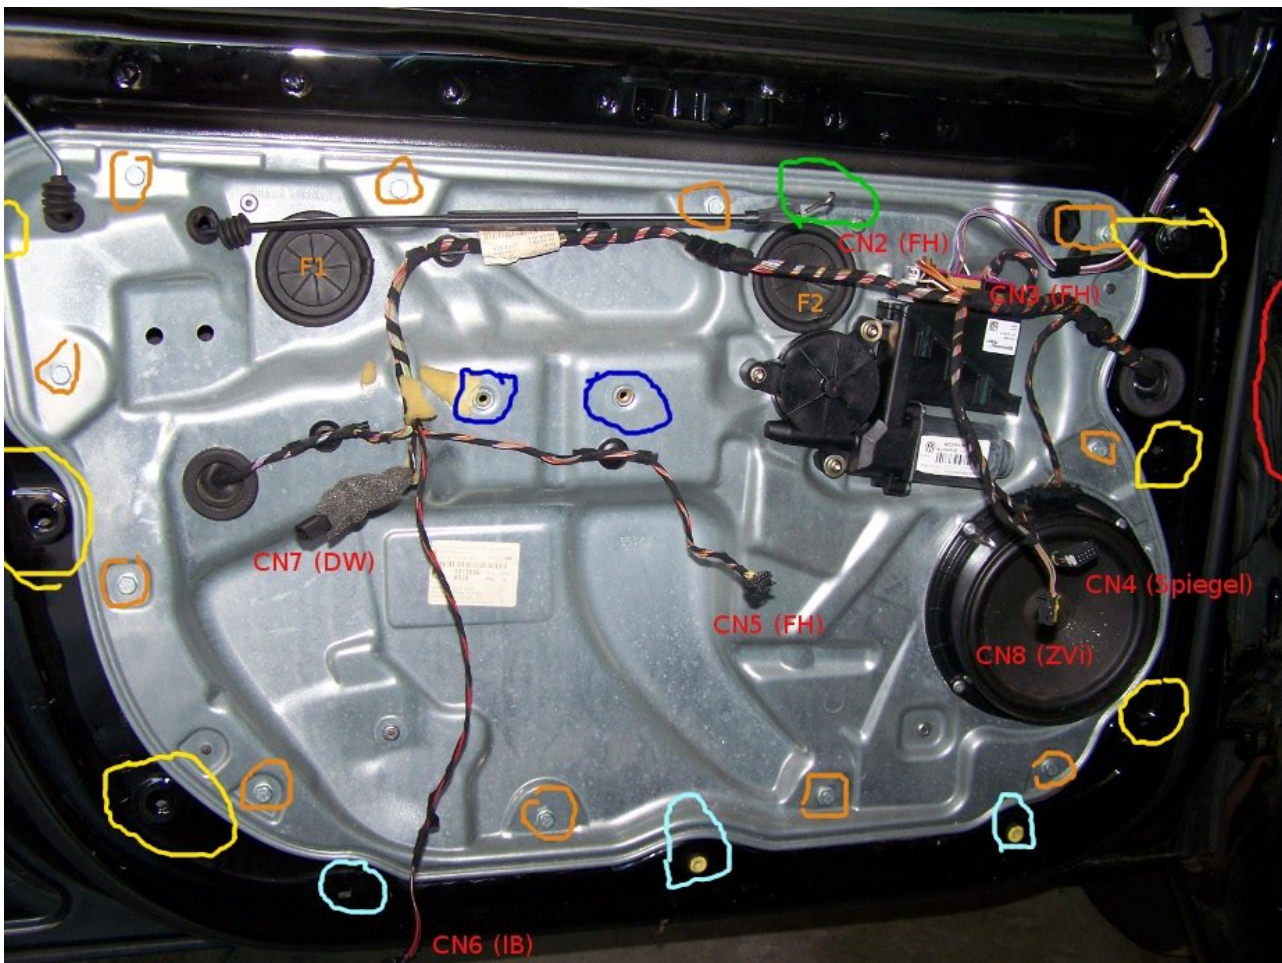
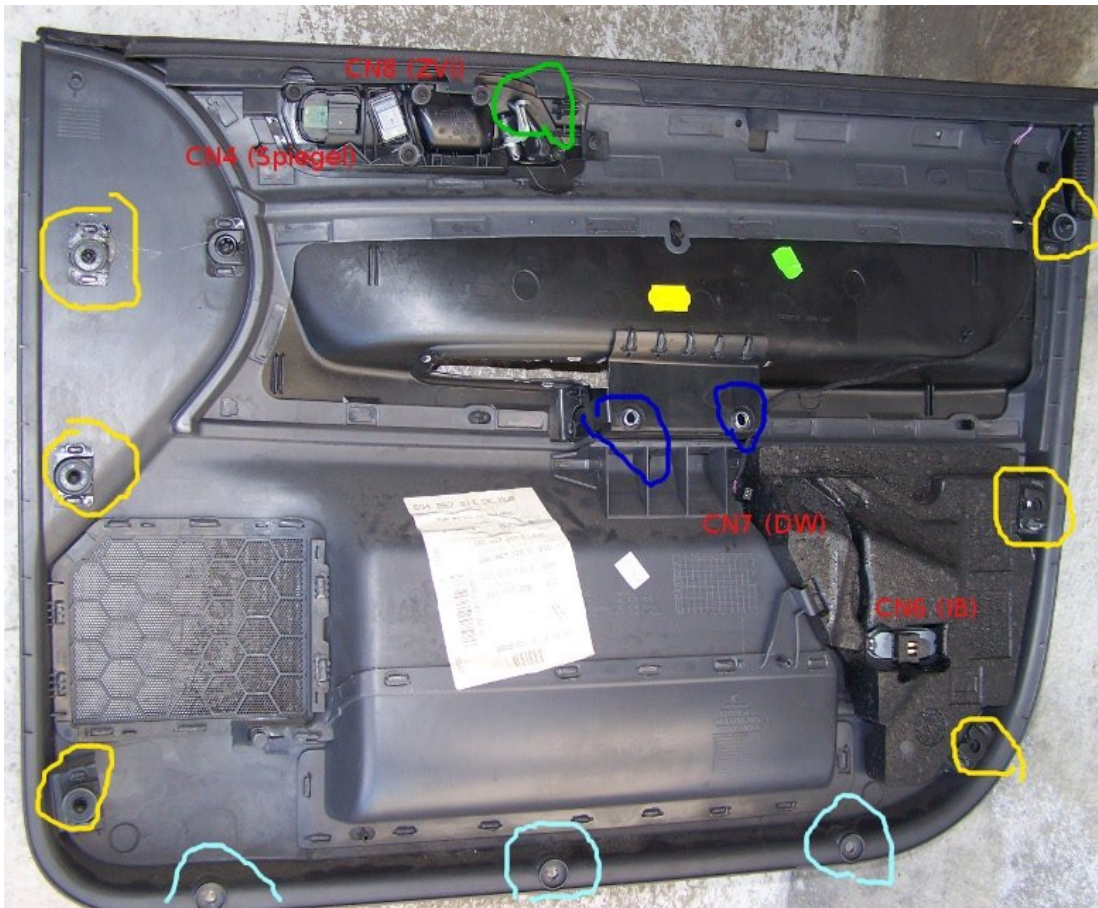

Abbildung 3: Übersicht aller Befestigungspositionen und Steckverbinder bei abgenommener Innenverkleidung
Abbildung 4: Übersicht aller Befestigungspositionen und Steckverbinder an der abgenommenen Innenverkleidung
Griffschale (Teil wo Fensterheberknöpfe eingebaut sind) nach oben abheben und Steckverbindung an der Rückseite abziehen (s. CN5 (FH) in Abbildung 3). Zwei Torxschrauben (s. dunkelblaue Positionen in Abbildung 3 und Abbildung 4) entfernen. [Beifahrerseite: Verkleidung des schrägen Türgriffes nach vorn abziehen/hebeln. Darunter liegen auch entsprechende Torxschrauben, welche entfernt werden müssen.]
Unten an der Türverkleidung 3 Torxschrauben (s. hellblaue Positionen in Abbildung 3 und Abbildung 4) entfernen sowie in Fahrtrichtung vorn und hinten jeweils 3 Halteclipse lösen (s. gelbe Positionen in Abbildung 3 und Abbildung 4) Wenn keine Lösezeange zur Hand siehe TIP 1 unten.
Jetzt kann die Verkleidung nach oben herausgehoben werden. Nach Lösen der Steckverbindung (s. CN4, CN6, CN7, CN8 in Abbildung 3 und Abbildung 4) und des Seilzuges (grün markiert) kann man die Verkleidung beiseite stellen. [Beifahrerseite: Es fehlen die Steckverbinder für „Zvi“, „DW“ und Spiegelverstellung]
Die 2 schwarzen Gummi-Abdeckkappen herausnehmen (s. Abbildung 3 „F1“, „F2“). Jetzt den Fensterheberschalter noch einmal provisorisch anschließen. Zündung einschalten und die Fensterscheibe soweit absenken, bis die Befestigungsschrauben in den Montageöffnungen sichtbar sind. Dann Zündung aus, den Fensterheberschalter abklebmen und wieder beiseite legen.
Faltenbalg vom Kunststoffrahmen der A-Säule abziehen (s. Abbildung 3 rechts oben rot markiert). Achtung! Nicht den Kunststoffrahmen entfernen. Dieser geht dabei fast 100-prozentig kaputt. Ein komplett neuer Faltenbalg mit Kunststoffrahmen kostet ca. 5 EUR (6Q 095 984 3M, beidseitig gleich).
Alle M6 Schrauben des Aggregatträgers entfernen, aber die oben in der Mitte (Nähe „F2“ in Abbildung 3) durch die bereitgelegte lange M6-Schraube ersetzen. Das erleichtert das endgültige lösen des Kabelbaums enorm.